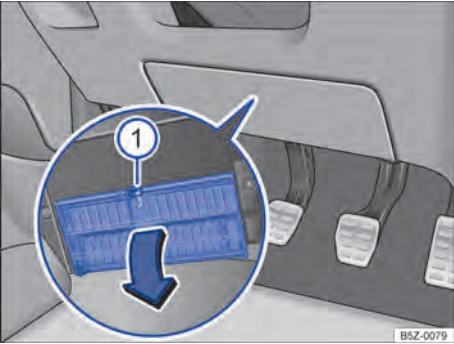

Fig. 168 No lado do condutor embaixo do painel de instrumentos: abrir a cobertura da caixa de fusíveis.
- *Abrir*: pressionar a alavanca de travamento ⇒ Fig. 168  até que a cobertura se abra.